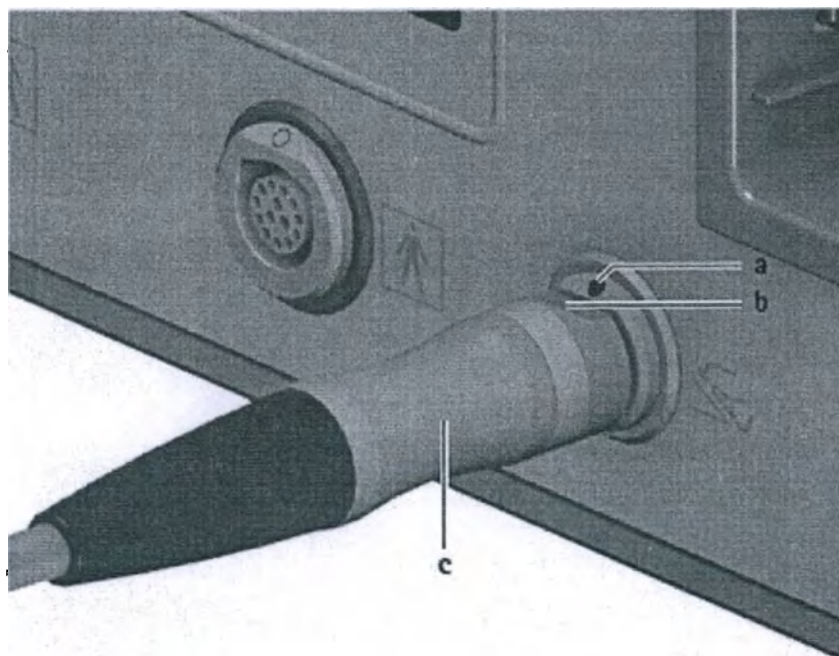

Рисунок 2 – Подсоединение блока ножного управления, где:
- Выровнять штекер педали управления ножной (с) так, чтобы маркировка (b) на штекере соответствовала маркировке (a) на разъеме педали управления ножной (б), см. Рис. 2.
► Нажать кнопку деблокировки рабочего элемента (22) на кабеле моторном и выдвинуть рабочий элемент из муфты кабеля моторного, потянув за муфту для подключения рабочего элемента (19).
► Вытянуть штекер педали управления ножной (с) (см. Рис. 2.) из разъема для подключения педали управления ножной (б).